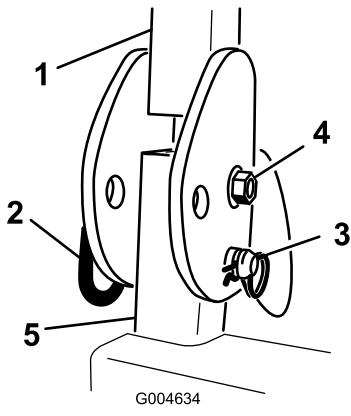

Figura 91
49. Coloque o parafuso, porca, contrapino e pino que fixam cada conjunto ROPS às colunas ROPS (Figura 91).